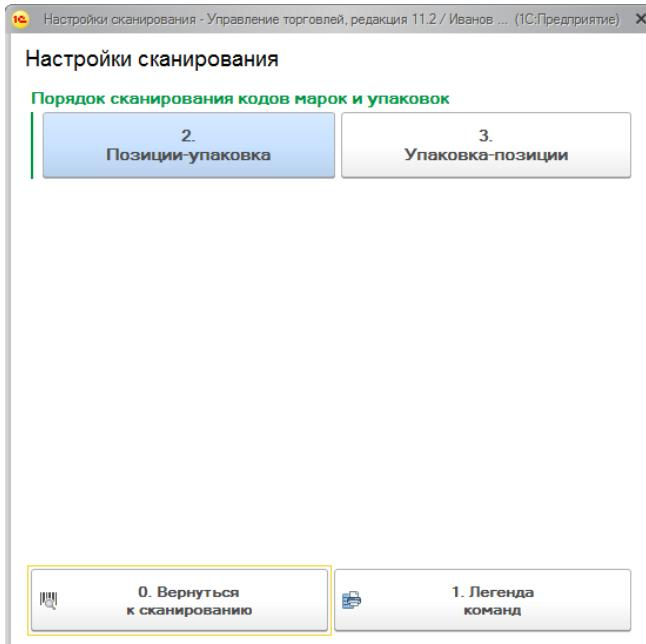

Рисунок 2.1.2.3 Настройки сканирования
- **4. Сервис** - открывает окно настройки порядка сканирования: позиция-упаковка или упаковка-позиция (Рисунок 2.1.2.3).
- **5. Инфо** – команда для вызова информации о статусе выполнения текущего заданий в виде отчета о отсканированном количестве и подобранных сериях (Рисунок 2.1.2.4).